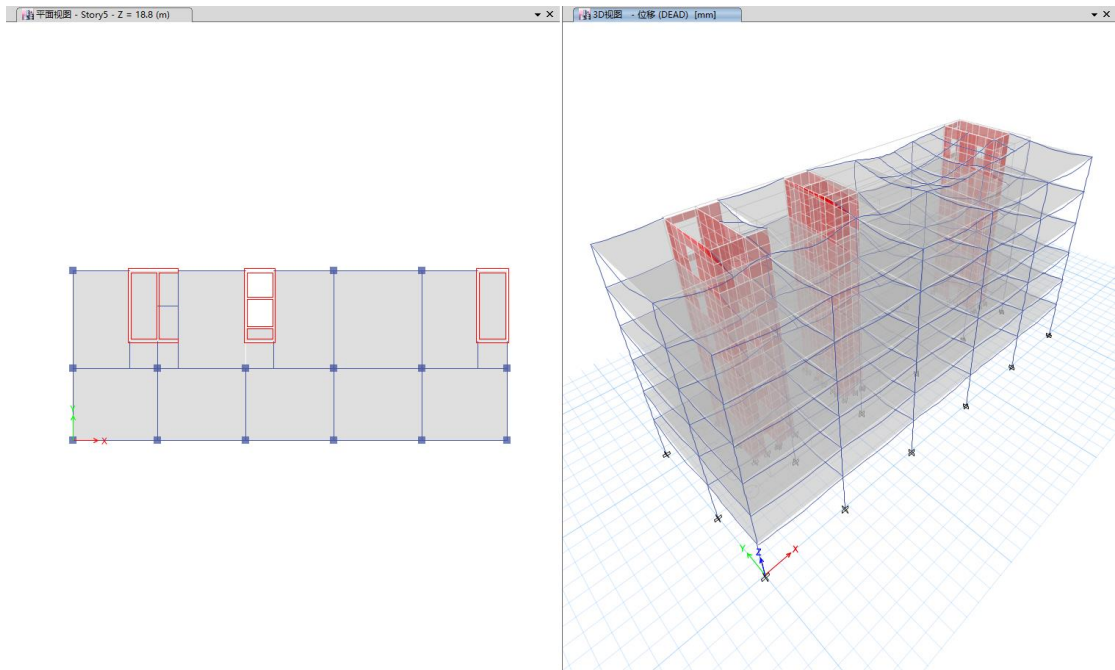

图 6-7 显示变形形状
5. 分析完成后，主窗口显示类似图 6-7 所示的变形形状，同时模型被锁定。